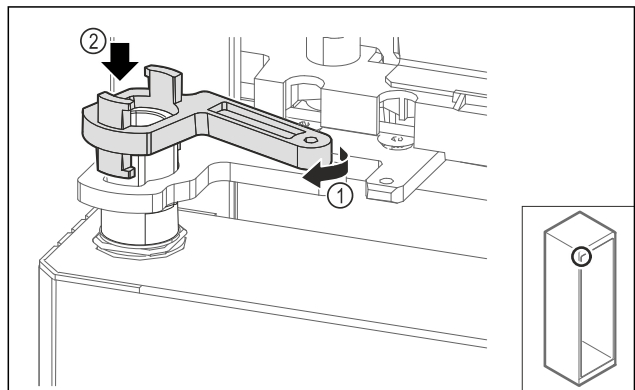

Fig. 70
- Περιστρέψτε ελαφρά το κλείδωμα του στηρίγματος Fig. 70 (1) και τοποθετήστε το στο χιτώνιο Fig. 70 (2).